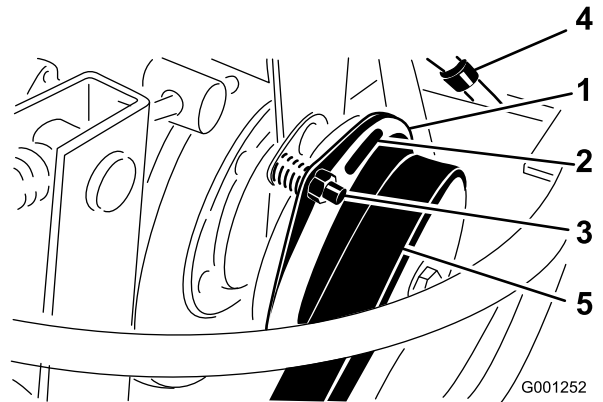

Bild 74
3. Stellen Sie den Abstand so ein, dass eine 0,4 mm Fühlerlehre mit leichtem Druck zwischen die Kupplungsauskleidung und die Bremsscheibe passt (Bild 74).
Hinweis: Drehen Sie die Einstellmutter nach rechts, um den Abstand zu verringern (Bild 74). Der maximale Betriebsabstand beträgt 0,7 mm. Stellen Sie alle drei Abstände ein.